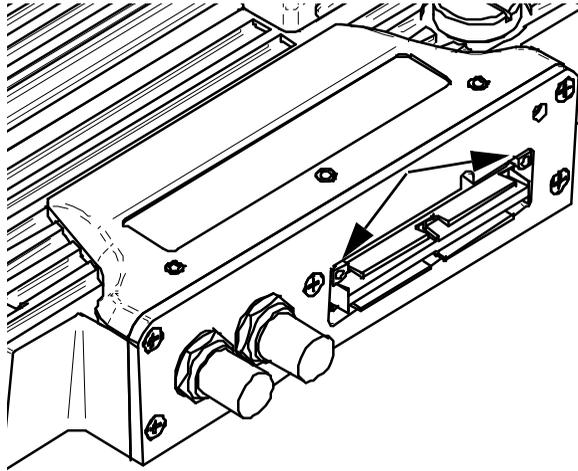

Figure B-2 Emplacement des doigts de guidage du module multiélément
- a) Alignez le connecteur de la sonde multiélément correctement en appariant ses doigts de guidage avec le connecteur de module PHASED ARRAY (voir la Figure B-2 à la page 143).